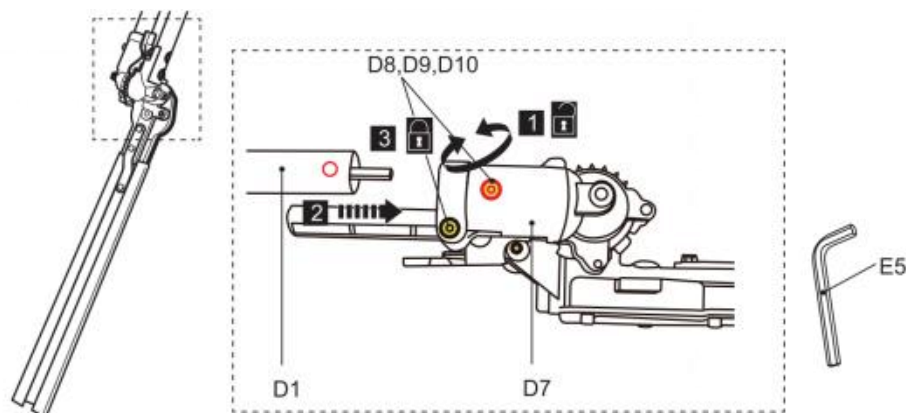

Fig. 20
1) Draai de bouten (D8) los met gereedschap (E5) totdat de onderste paal (D1) in de steun (D7) kan worden geschoven (Fig. 20, stap 1). Verwijder de bouten (D8), veerringen (D9) en sluitringen (D10) niet uit de steun (D7).
2) Lijn de onderste paal (D1) uit en steek deze met een draaiende beweging in de steun (D7) tot aan de aanslag, totdat het montagegat is uitgelijnd met de bout. Gebruik de pijlmarkering als hulpmiddel bij het uitlijnen. (Afb. 20, stap 2).
3) Draai de bouten (D8) vast om de onderste paal op zijn plaats te bevestigen (Fig. 20, stap 3).